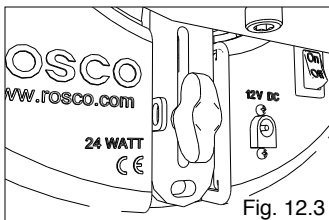

Fig. 12.3
3. Fare scorrere il Loop verso l'alto o il basso nella posizione desiderata e fissare la vite di sicurezza ad alette. Fig. 12.3